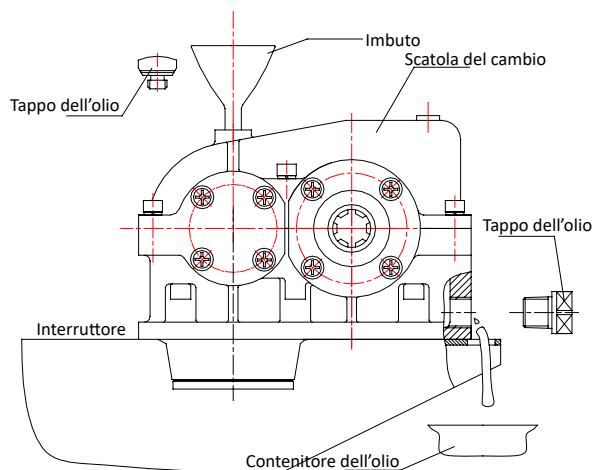

FIG 16.
- Installare il filtro nella cassa dell'ingranaggio; serrare. Pulire accuratamente la superficie della cassa degli ingranaggi. (Vedere FIG 16)